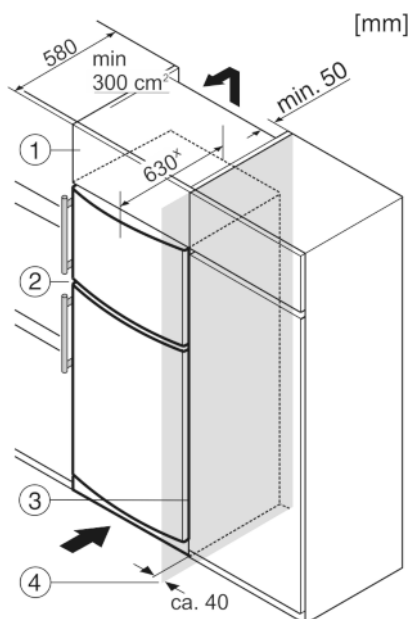

Fig. 9
- (1) Élément haut
(2) Appareil
(3) Placard de cuisine
(4) Mur
L'appareil peut être entouré de meubles de cuisine. Pour adapter l'appareil Fig. 9 (2) à la hauteur des placards de la cuisine intégrée, on peut placer un élément haut Fig. 9 (1) au-dessus de l'appareil.
Lors de la transformation avec des placards de cuisine (profondeur max. 580 mm), l'appareil peut être placé directement à côté du placard de cuisine Fig. 9 (3). L'appareil dépasse latéralement de 34 mm* et de 50 mm* au centre de l'appareil par rapport à la face avant du placard de cuisine.
Si l'appareil est installé avec les charnières à côté d'un mur Fig. 9 (4), la distance entre l'appareil et le mur doit être de 40 mm min. Ceci correspond à la saillie de la poignée lorsque la porte est ouverte.